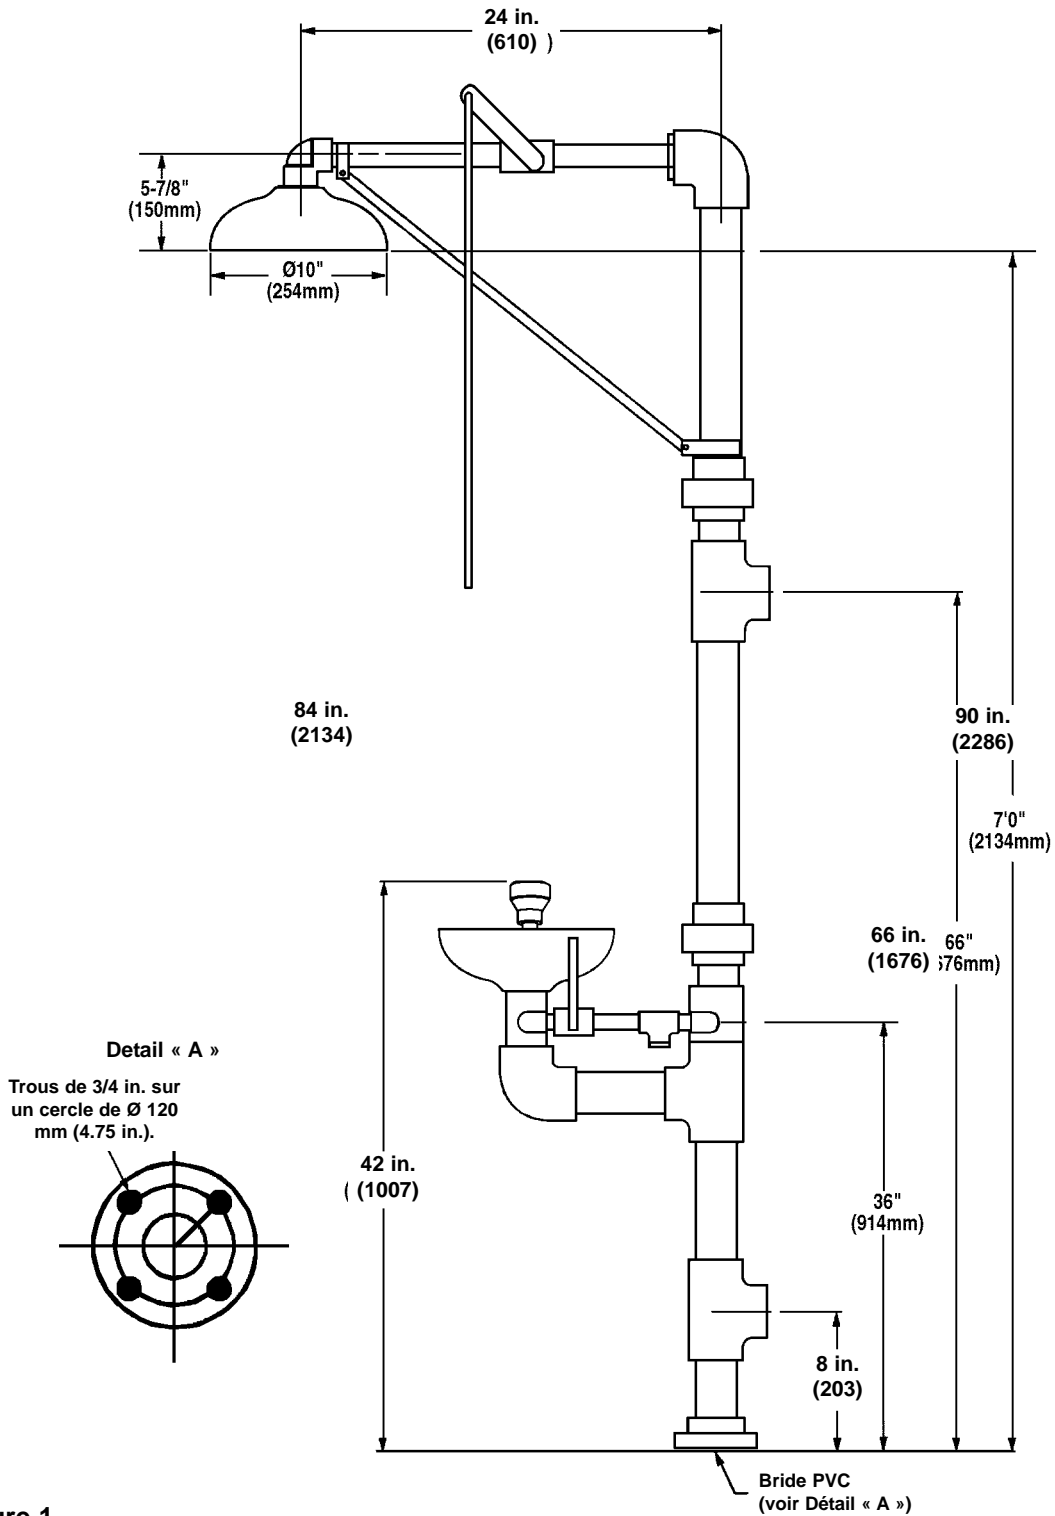

Figure 1
1. Pour fixer la base au sol, poser les trois chevilles (à fournir) pour les trois vis de 5/8 in. dans le sol (Figure 1, p. 8).
3. Une fois la base fixée monter le reste des éléments de la douche comme sur la Figure 1, page 10. Mettre du ruban de téflon ou un produit d'étanchéité (à fournir) sur tous les filetages mâles des raccords.